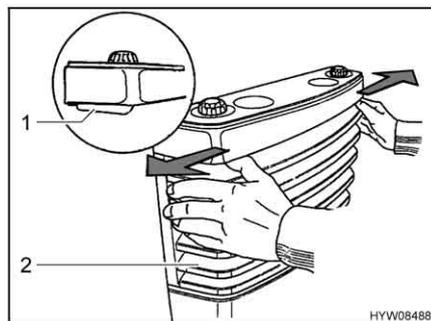

Fig. 137 Extraer el revestimiento de la calefacción
- Retirar el revestimiento de la calefacción (Fig. 137,2). Para ello, presionar ambas palancas de cierre (Fig. 137,1) hacia fuera al mismo tiempo e inclinar el revestimiento hacia delante.